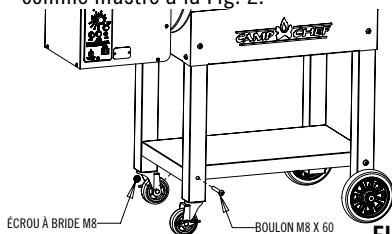

FIG. 2
3. Assembler les roues sur l'étagère inférieure comme illustré à la Fig. 2.